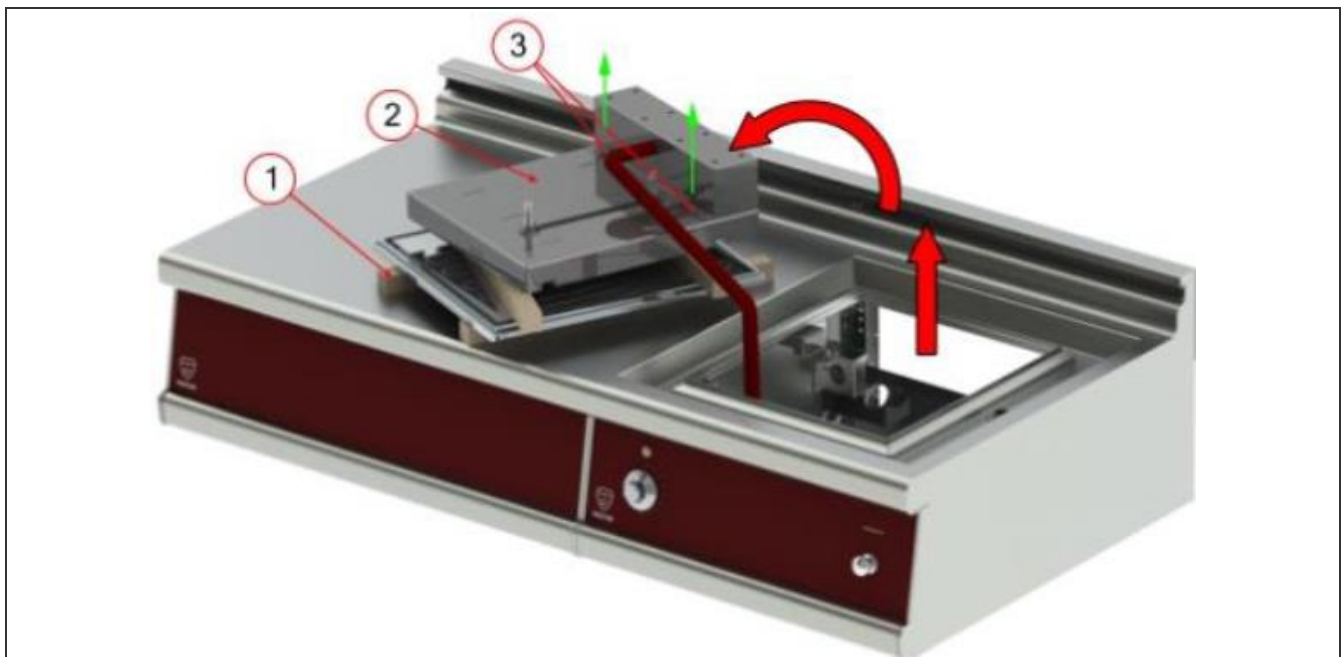

Fig. 11
- Mettre un dispositif de calage (Fig11 Rep1), lever la plaque puis la retourner.
- Mettre un nouveau dispositif de calage (Fig11 Rep2) puis lever le bloc résistance plancha et le retourner.
- Dévisser les vis de fixation (Fig11 Rep3) du capot de protection.